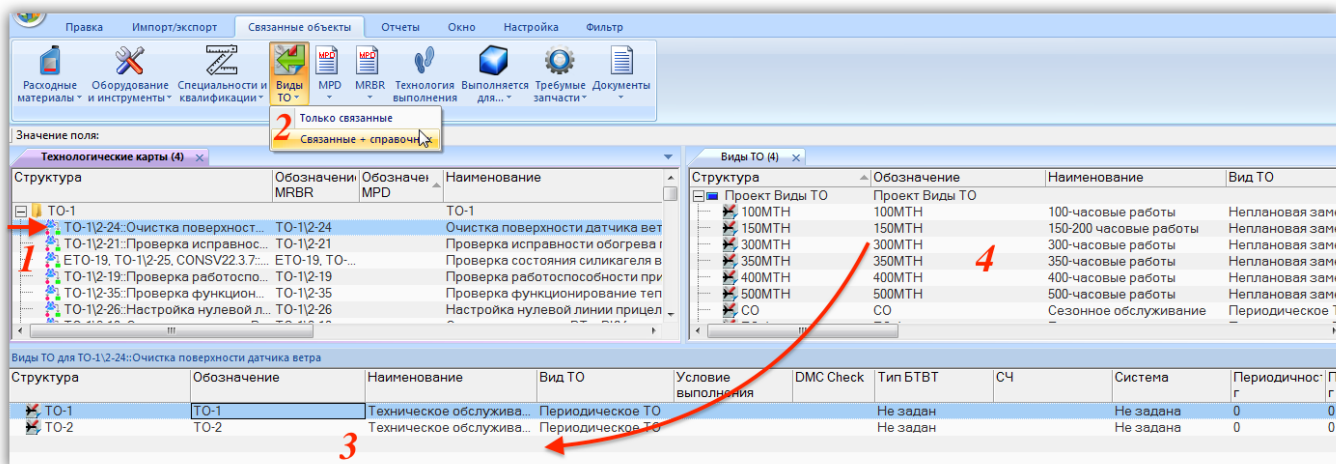

Рис. 17-41 – Создание связи ТК с видом ТО
- 2) Выделить техкарту в рабочем окне «Технологические карты» (1 на рис. 17-41).